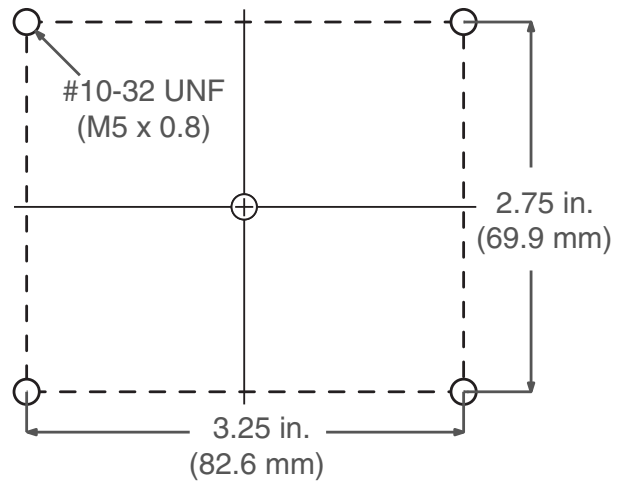

Fig. 23: CGM-monteringshål
4. Borra monteringshålen enligt de monteringshålsmått som anges i **Fig. 23**.